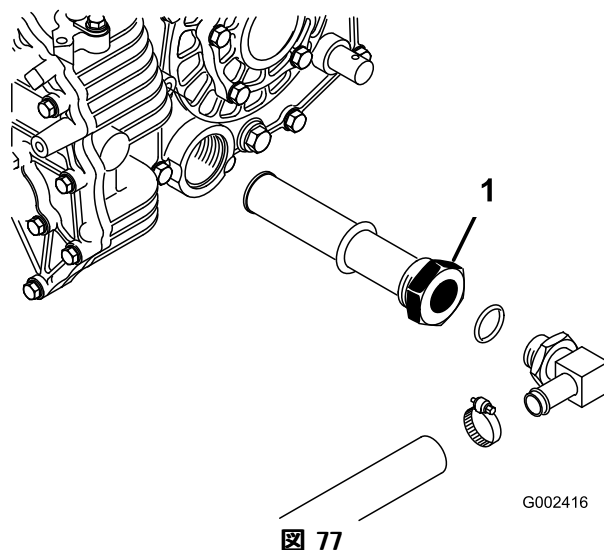

図 77
3. タンク側面のストレーナについている油圧ホースと90度フィッティングの向きを確認記憶する(図 77)。油圧ホースと90度フィッティングを外す。